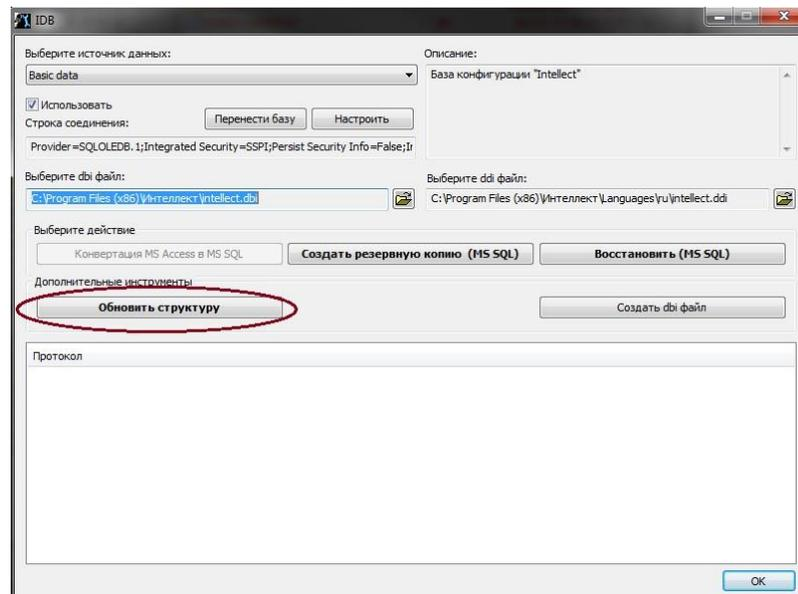

Рисунок 30.1
- 2) Запустить утилиту IDB.exe, и нажать кнопку «Обновить структуру» (рисунок 30.1). Будет запущен процесс обновления структуры базы данных. Затем нажать кнопку ОК для завершения работы с утилитой.